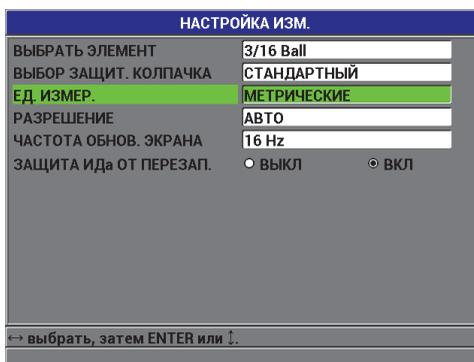

Рис. 3-2 Экран НАСТРОЙКА ИЗМЕРЕНИЯ – ЕД. ИЗМЕР.
3. В окне **НАСТРОЙКА ИЗМ.** (см. Рис. 3-2 на стр. 63) установите **ЕД. ИЗМ.** на **АНГЛ.** или **МЕТРИЧЕСКИЕ**.
3. В окне **НАСТРОЙКА ИЗМ.** (см. Рис. 3-2 на стр. 63) установите **ЧАСТОТА ОБНОВ. ЭКРАНА** на нужное значение: **4 Гц**, **8 Гц**, **16 Гц** или **20 Гц**.
3. В окне **НАСТРОЙКА ИЗМ.** (см. Рис. 3-2 на стр. 63) выберите **РАЗРЕШЕНИЕ**: